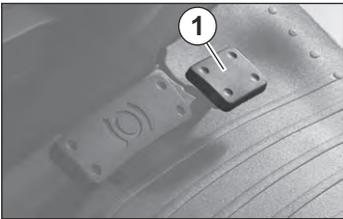

Fig. 37 Pedales
1. Suelte el pedal del acelerador **1** (véase la fig. 37).